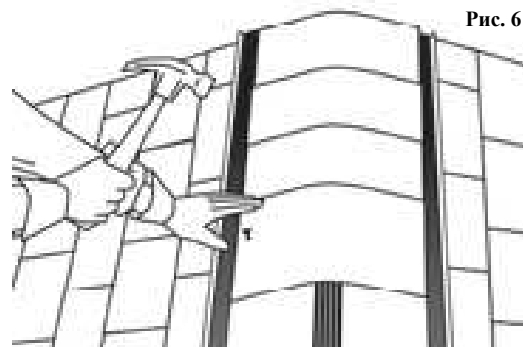

Рис. 6
6. Прикрепите кровельную плитку для ребер и коньков поверх воздуховода с помощью гвоздей, имеющих достаточную длину для удовлетворения требованиям производителя кровельных плиток по проникновению, или используйте гвозди, поставляемые с коньковым воздуховодом *VentSure*. Для обеспечения чистого внешнего вида распространите покрытие кровельной плиткой для ребер и коньков на взаимозаменяющиеся выступы или срежьте выступы с помощью универсального ножа. *Смотрите рис. 6.*